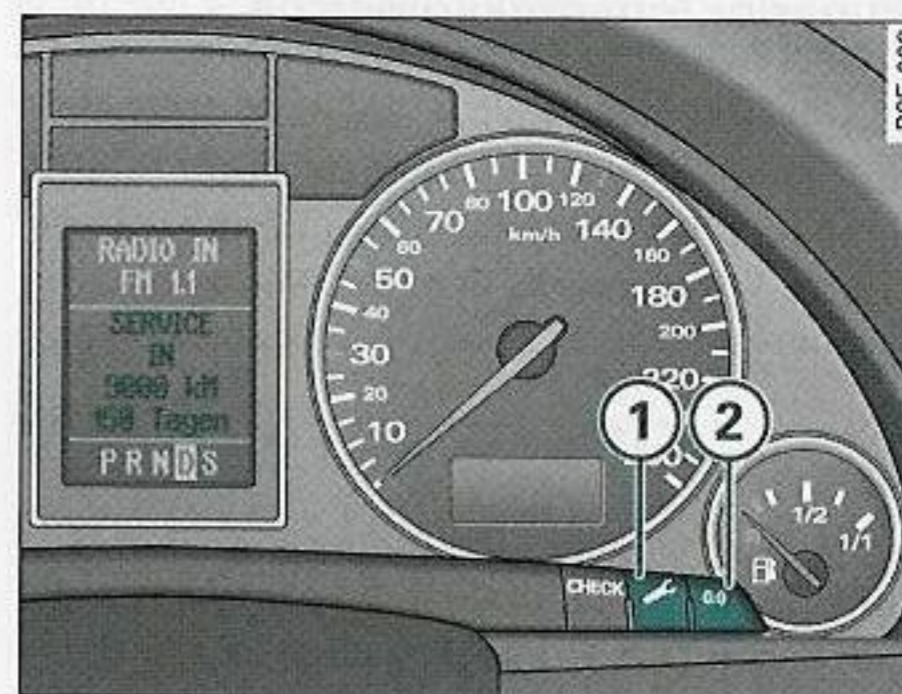

Fig. 9 Detalle del cuadro de instrumentos: Indicador de intervalos de servicio
- Conecte el encendido estando la tecla de servicio ① ⇒ *página 20, fig. 9* pulsada. En la pantalla digital aparece una de las dos indicaciones siguientes: **Service in ----- km (Inspección en ----- km)** o bien **Service! (Inspección)**.
- Mantenga pulsada la tecla de puesta a cero ② hasta que la indicación **Service in ----- km --- Tagen (Inspección en ----- km --- días)** o bien **Service! (Inspección)** aparezca en el display.
Con la tecla de puesta a cero "0,0" ⇒ *página 20, fig. 9* ② se pueden ejecutar las siguientes funciones: